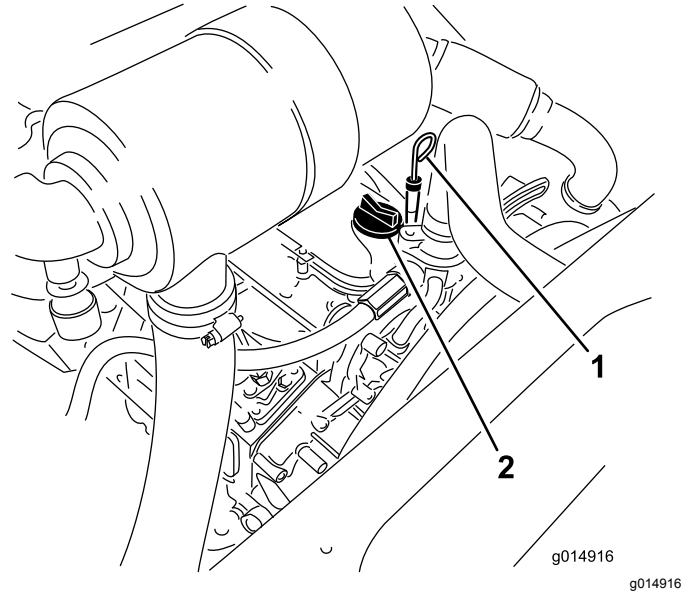

图31
3. 取出量油尺擦拭干净并安装 图31。
5. 如果油位低于已满标记应取下加油盖 图31 添加机油直至油位达到量油尺上的已满标记。**切勿过量添加。**